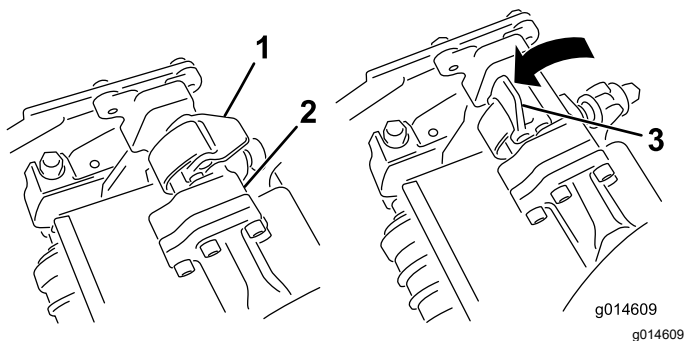
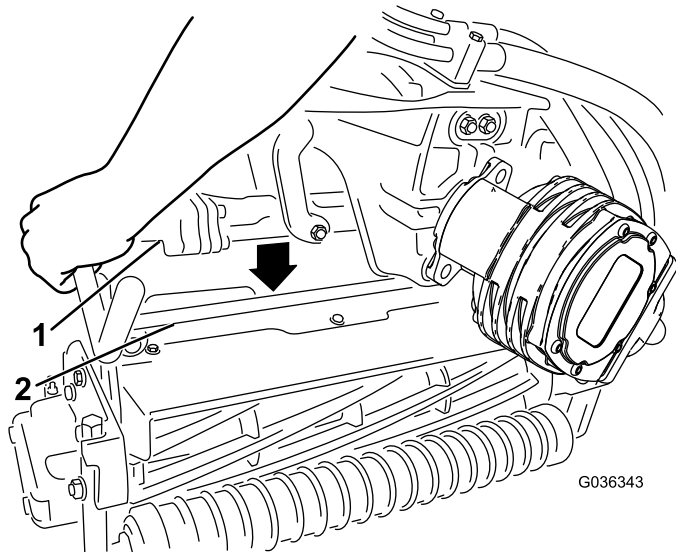

Bild 54
Bild 55
4. Die Riegel an der Aufhängearmstange müssen nach oben zeigen (d. h. offen) (Bild 54); drücken Sie den Aufhängearm dann so nach unten, dass die Stange über die Stange an der Oberseite der Schneideinheit passt (Bild 55).
5. Drücken Sie die Riegel nach unten um die Schneideinheitstange herum und arretieren sie (**Bild 54**).
5. Öffnen Sie die Riegel an der Aufhängearmstange der Schneideinheit, die Sie entfernen möchten (Bild 54).